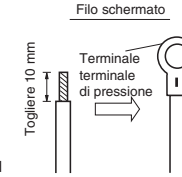

Fig. 4-5
- Tagliare l'estremità del filo con tronchesi, quindi togliere l'isolamento per esporre il cavo a trefoli per circa 10 mm ed attorcigliarne i trefoli. (Fig. 4-5)